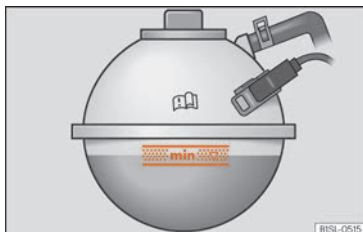

Abb. 291 Im Motorraum: Markierung an dem Motorkühlmittelausgleichsbehälter.
- Lesen Sie den Kühlmittelstand am Kühlmittelausgleichsbehälter ab. Der Kühlmittelstand muss bei kaltem Motor zwischen den Markierungen »» **Abb. 291** liegen. Bei warmem Motor kann er auch etwas über der oberen Markierung liegen.